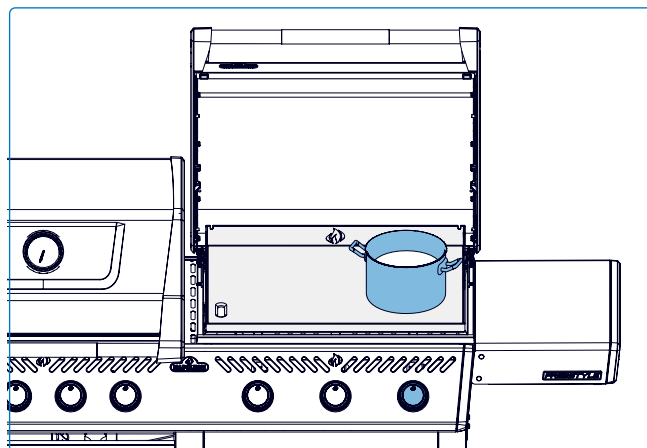

Fig. 17
- **Utilisez toujours la plancha avec le couvercle ouvert.** Préchauffez la surface de la plancha avant d'ajouter les aliments (**Fig. 17**).